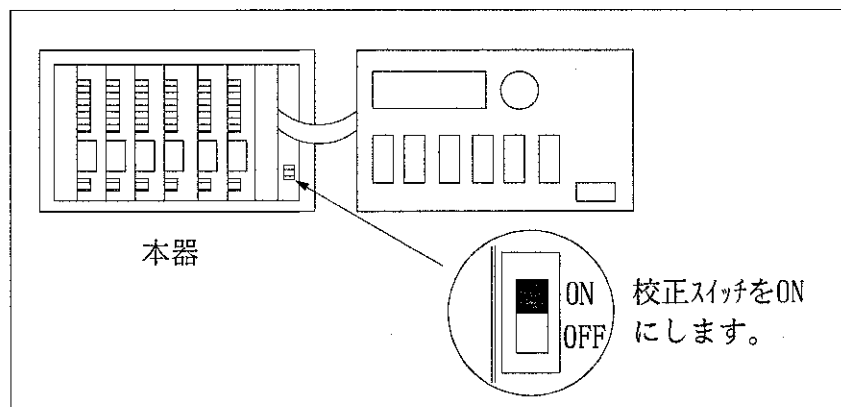

図11-4 校正スイッチの操作
〔図11-4〕に示すように、右端ボード上の校正スイッチをONにした後、POWER スイッチをONにして約30分放置します。
- 3 [図11-4] に示すように、右端ボード上の校正スイッチをONにした後、POWER スイッチをONにして、約30分間放置します。
- 3 [図11-4] に示すように右端ボード上の校正スイッチをONにした後、POWER スイッチをONにして約30分間放置します。